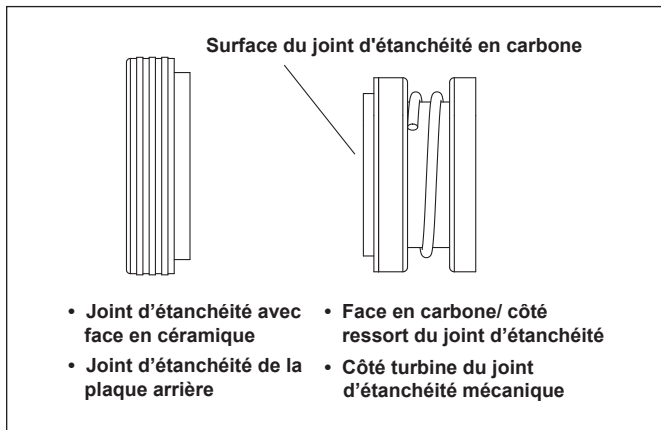

Figure 9. Remplacer la garniture mécanique
- Appuyer sur la moitié du nouveau joint mécanique en carbone (voir la Figure 9) contre l'arbre du moteur en effectuant un mouvement de torsion. S'assurer que la surface de carbone est exposée face à l'anneau en céramique dans la plaque arrière.
- Enlever la moitié du joint mécanique en carbone de l'arbre du moteur. Se référer à la Figure 9. Il s'agit d'un joint à ressort. Tenir la partie du joint d'étanchéité la plus proche de la turbine et retirer le joint en effectuant un mouvement de torsion.